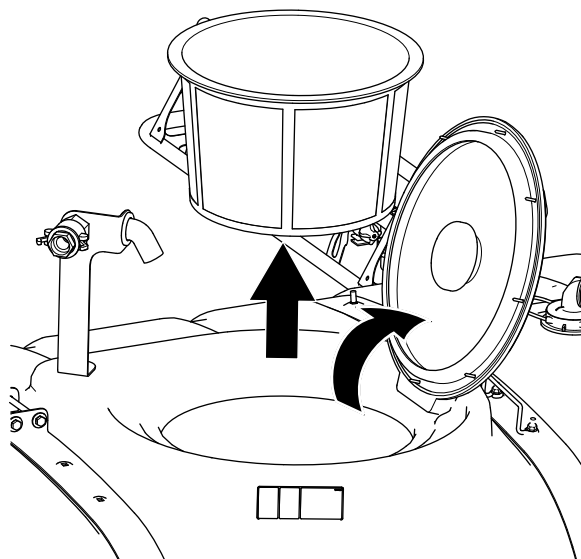

Figura 16
1. Abra la tapa del depósito y retire el filtro de cesta (Figura 16).